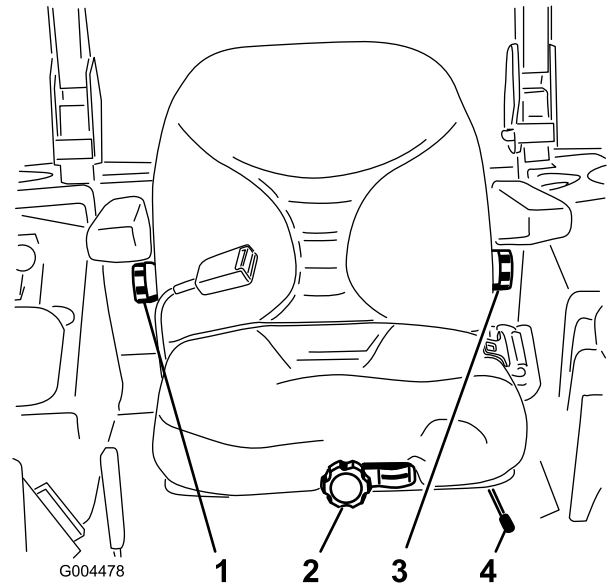

図 32
1. 調整は、レバーを横に動かしてシートのロックを解除して行う(図 32)。
運転席に座らずに、座席前部にあるノブを、オペレータの体重に合わせてセットします(図 32)。
調整は、右側アーム・レストの下にあるノブを回して行います(図 32)。
調整は、左側アーム・レストの下にあるノブを回して行います(図 32)。